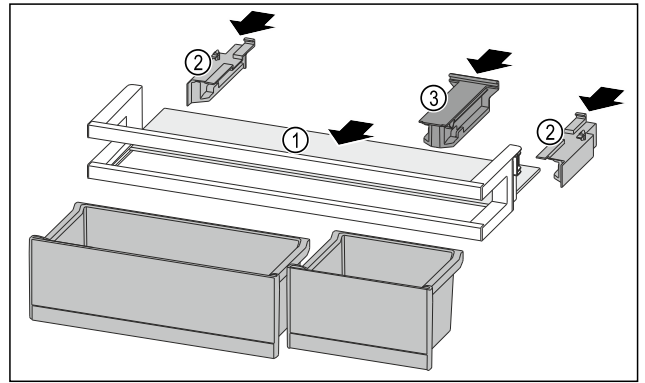

Fig. 231
- ▶ Tolja be a tárolólapot Fig. 231 (1) az oldalsó bemarásokba.
- ▶ Helyezze be az oldalsó részeket Fig. 231 (2).
- ▶ Helyezze be a tartóelemet Fig. 231 (3).